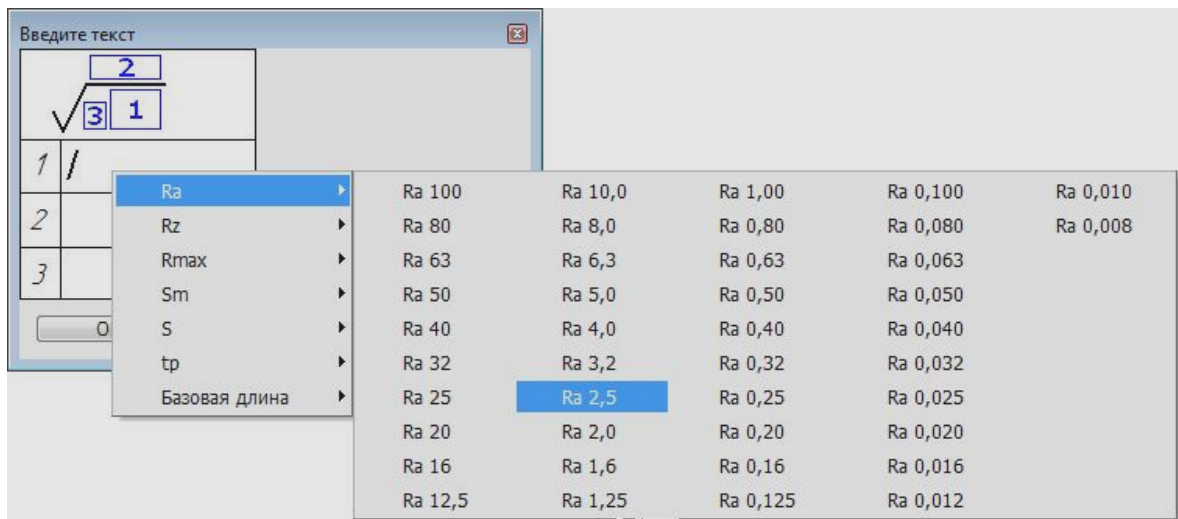

Рис. 2.24. Окно введения значений шероховатости поверхностей
- На вкладке «Знак» находятся кнопки переключения типов знаков – *без указания видов обработки* , *с удалением слоя материала* , *без удаления слоя материала* , а также поле *Текст*. Щелчком ЛКМ в этом поле открывается окно «Задание шероховатости поверхности» (рис. 2.24). Список параметров шероховатости вызывается двойным щелчком ЛКМ в поле 1.